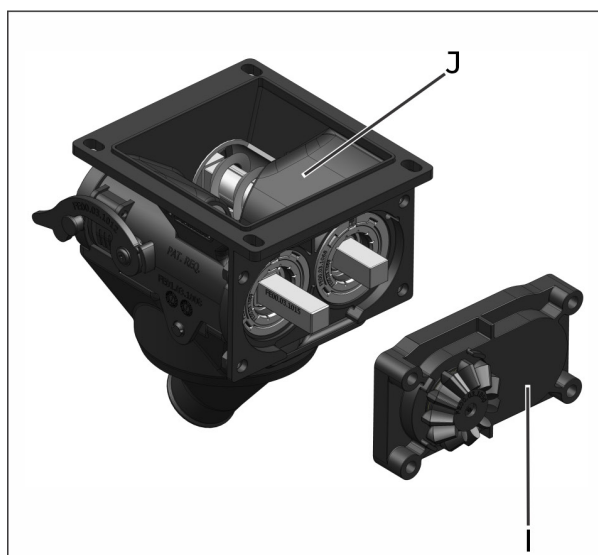

fig. 70
Con el cojinete retirado, retire el piñón (F) (fig. 70) y el cojinete (G) (fig. 70) desplazados.